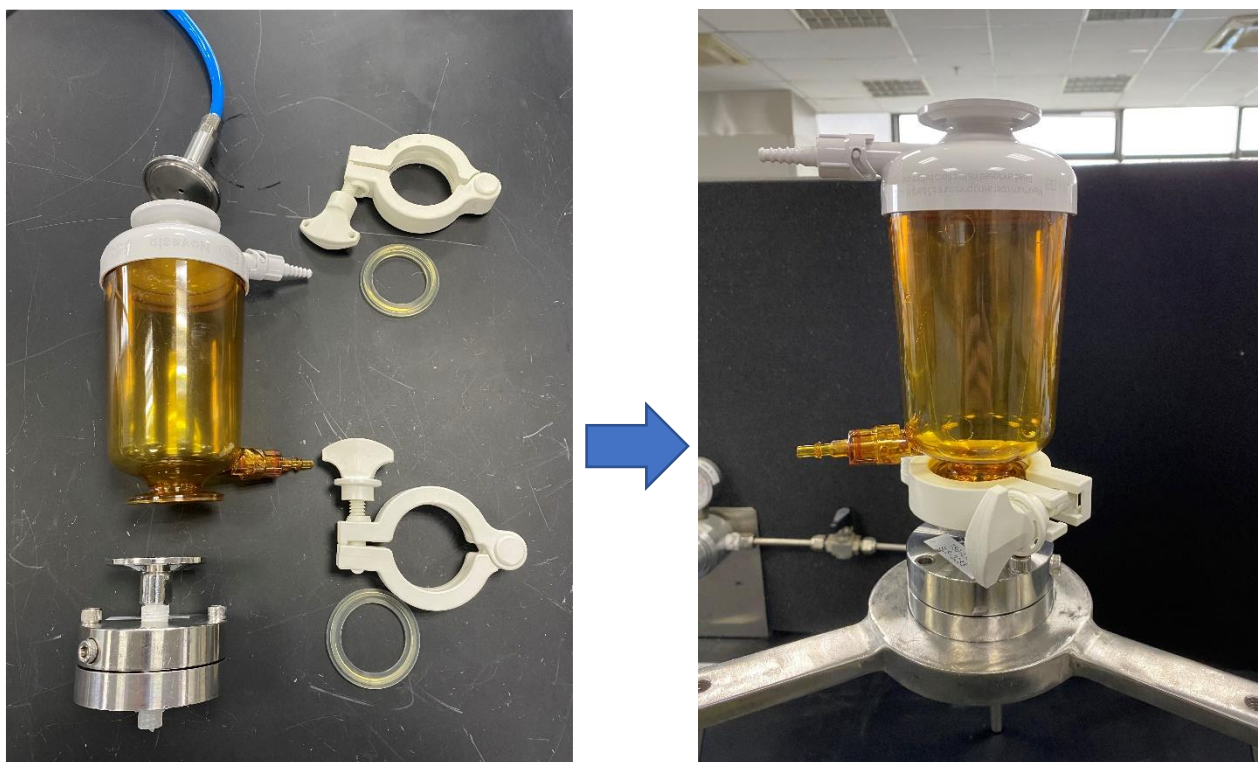

图 3. 夹具与压力罐连接
3.2.3 测水通量：滤膜润湿后依次将支撑层和滤膜放置在夹具上，用螺丝刀拧紧夹具。然后按照图 3 所示与压力罐连接放置在支架上。罐内加入 20 mL 经过 DJL 预过滤后的水，接上气源在 2.1 bar 压力下进行水通量测定，待滤器下游有液体流出后稳定至少 2 min，然后天平清零，记录 10 min 水的总重量，计算该时间段的平均流速。测试完成后泄压，断开气源，颠倒压力罐将罐内剩余液体通过罐体的排气嘴（旋转即可打开）全部倒出。